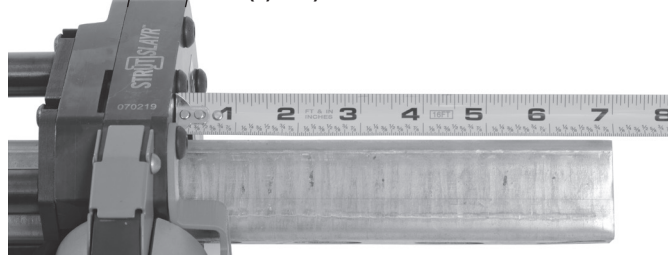

Рис. 6B - Измерение длины стоечного профиля
- б. Добавление 1" (25 мм) к боковой пластине - измерение конца стоечного профиля (Рис. 6B).